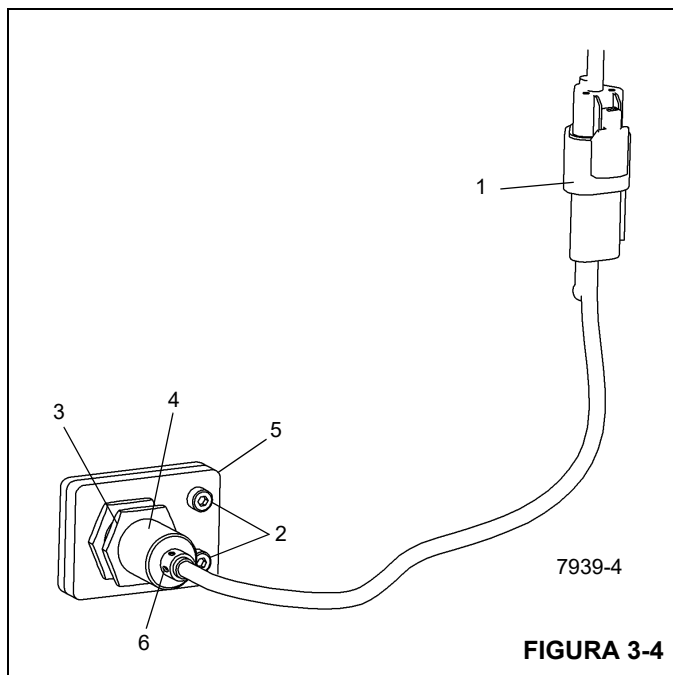

FIGURA 3-4
1. Desconecte el conector eléctrico (1, Figura 3-4) en el interruptor.
2. Retire los dos tornillos (2, Figura 3-4) que sujetan el conjunto de interruptor/escuadra de montaje a la caja del estabilizador.
3. Afloje la contratuerca (3, Figura 3-4) que sujeta el interruptor (4) a la escuadra de montaje. Retire el interruptor.
2. Enrosque el interruptor (4, Figura 3-4) en la escuadra de montaje (5) de modo que la cara del interruptor sobresalga 10 mm a través de la escuadra.
3. Use los dos tornillos (2, Figura 3-4) para fijar el conjunto de interruptor/escuadra de montaje a la caja del estabilizador.
4. Apriete la contratuerca (3, Figura 3-4) en el interruptor.
5. Conecte el conector eléctrico (1, Figura 3-4) al interruptor.
6. Con la unidad encendida y la viga del estabilizador completamente extendida, compruebe que el LED (6, Figura 3-4) del interruptor de proximidad se ilumina; retraiga la viga del estabilizador y verifique que el LED no está iluminado.